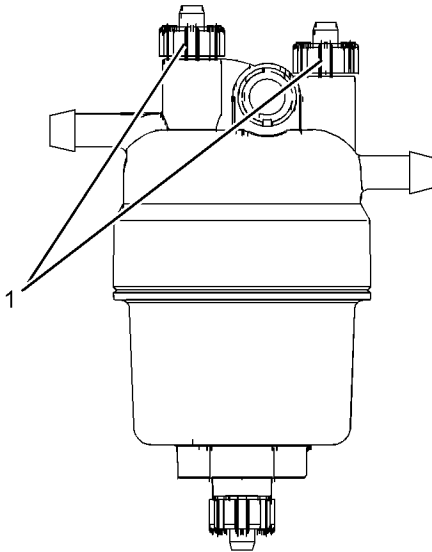

Ilustración 50
Asegúrese de purgar el aire del filtro primario antes de cebar los filtros de combustible. Vea la ilustración 50.
Asegúrese de purgar el aire del filtro primario. Afloje los tornillos de ventilación (1). Vea la ilustración 50 . Opere la bomba de cebado. Cuando el combustible salga libre de aire por el orificio del tornillo de ventilación, apriete el tornillo de ventilación.